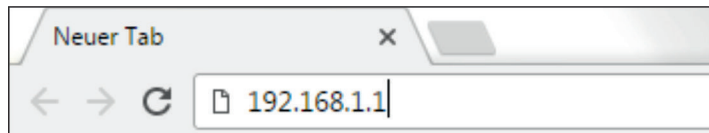

Abb. 29-23 Adressfeld
6. In das Adressfeld (Abb. 29-23) die IP-Adresse „192.168.1.1“ eintragen und öffnen.